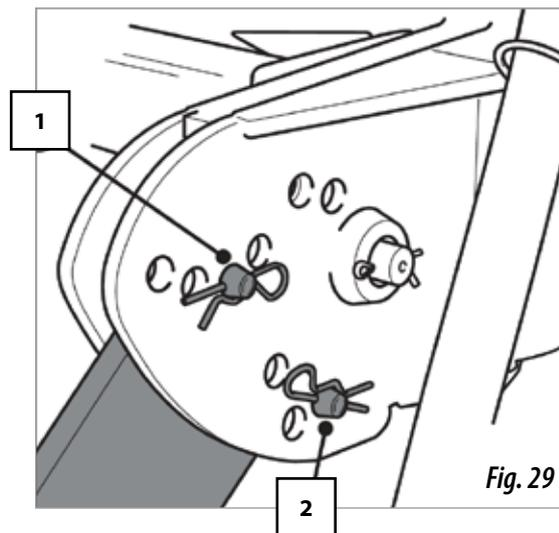

Fig. 29
- a. Mediante el bulón superior (nº 1, fig. 29) controlaremos la profundidad de siembra de la última hilera de brazos del equipo y consecuentemente mayor o menor presión sobre el suelo.
- b. Con el bulón inferior (nº 2, fig. 29) controlaremos la penetración del rodillo en el suelo y además podremos fijarlo para el transporte.